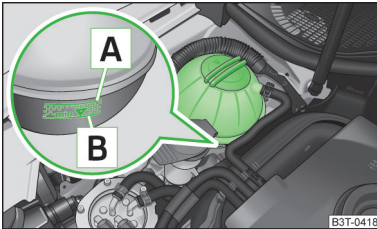

Abb. 169
Zum Nachfüllen nur das Frostschutzmittel verwenden, dessen Bezeichnung auf dem Kühlmittelausgleichsbehälter aufgeführt ist » Abb. 169 auf Seite 215.
- Das Kühlmittel nicht über die Markierung **A** auffüllen » Abb. 169 auf Seite 215.
- › Den Kühlmittelstand am Kühlmittelausgleichsbehälter prüfen. » Abb. 169.